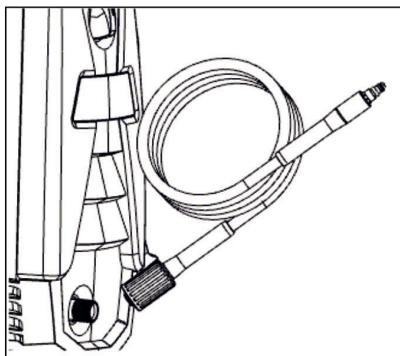

Рис. 5
2. Для моделей моек М 1500Р2, М 1600РБ, М 1800РБК, М 1900РБК, подключите шланг высокого давления к штуцеру для шланга высокого давления на мойке (Рис. 5).